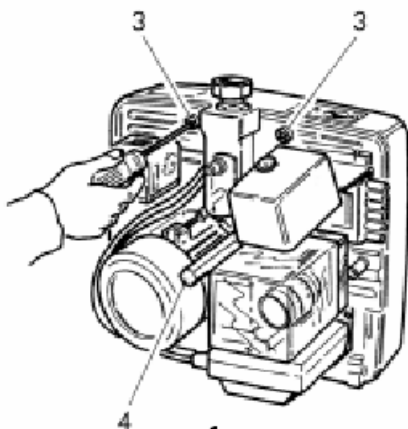

Рис. 2
- Отвинтите винты **3** и центральный штифт **4** (рис. 2).